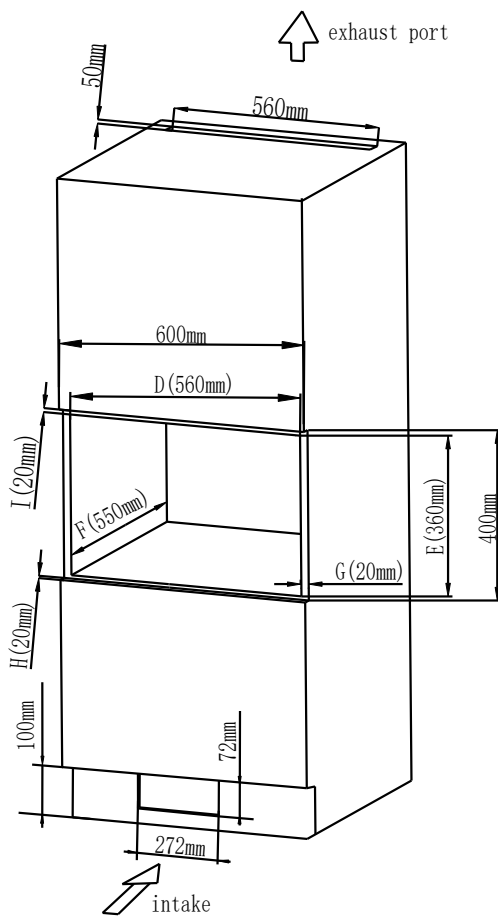

Рис.5
- а) Положение вентиляционных (всасывающих и высасывающих) отверстий, как показано на рис. 5.
Размер отверстия: (D) 560 ± 2 x (E) 360 ± 2 x (F) 550 ± 2 (мм) как показано на рис. 5 "D", "E", "F".